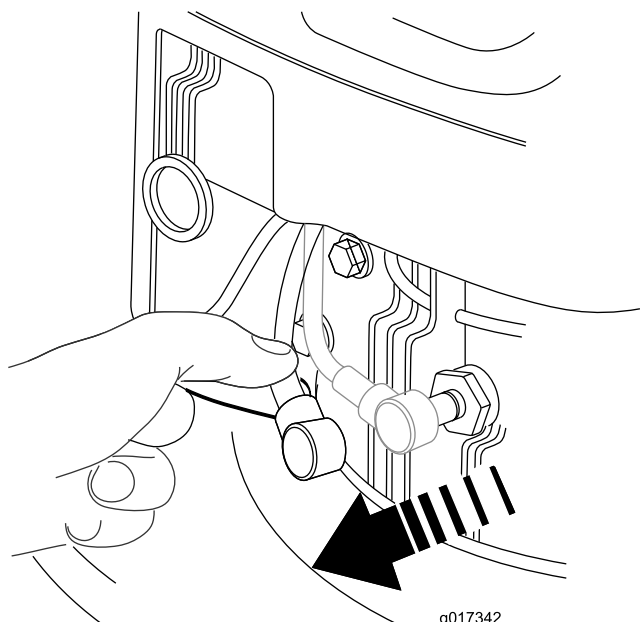

Figura 32
3. Desligue o fio da vela da ignição da vela da ignição (Figura 32).